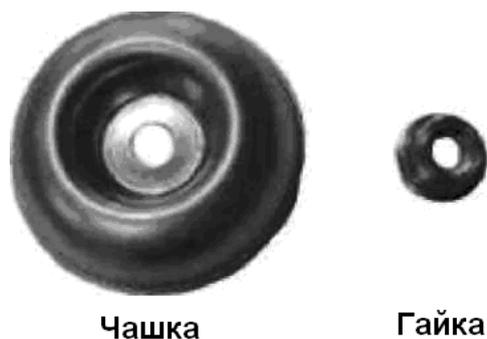

Рис.9
- ✓ Снимите чашку с вала, оставив ступицу. (рис.9)